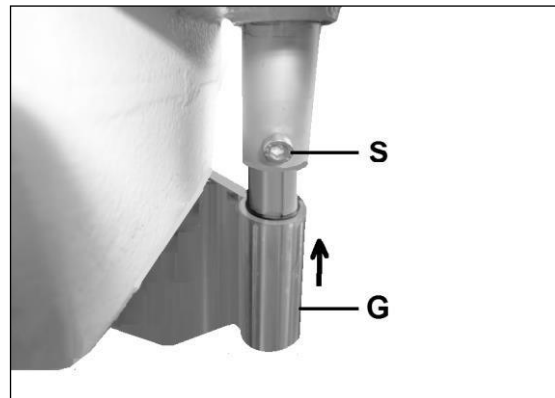

Fig 14
Retirer la vis (S, Fig 14) et monter le protecteur de mandrin (G).